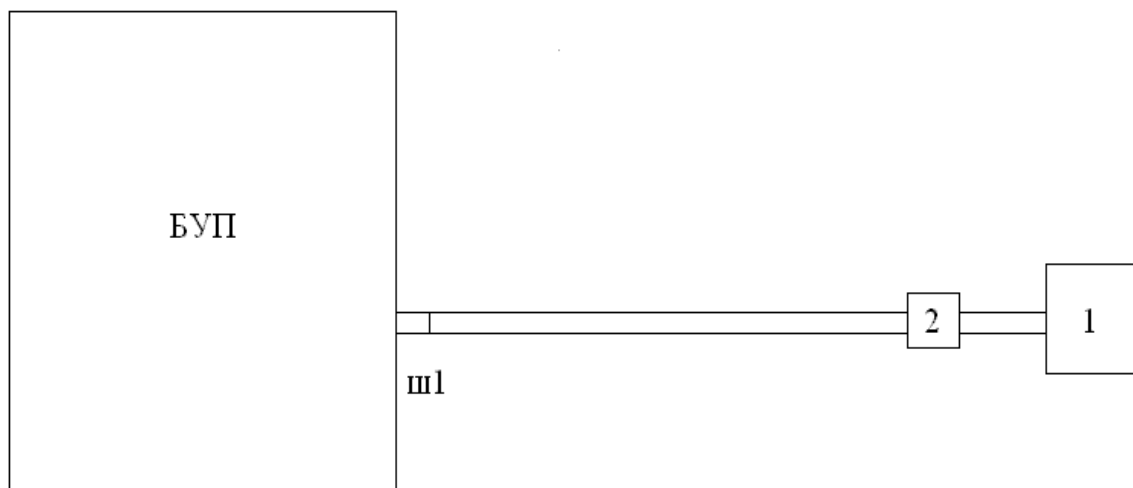

Рисунок 3. Схема подключения баллонов с азотом к БУП в режиме ФХГ-НС1
1.4.1.3 Газ-носитель (азот) подаётся в линию генерации через штуцер ш1 ("вход лин. генер.") от баллона с азотом под давлением, не входящего в комплект поставки (см. схему на рис. 3). Затем газ-носитель поступает в ЭХМ и осушитель через штуцер ш2 и возвращается в БУП через штуцер ш3 (см. также фотографию на рис. 2).